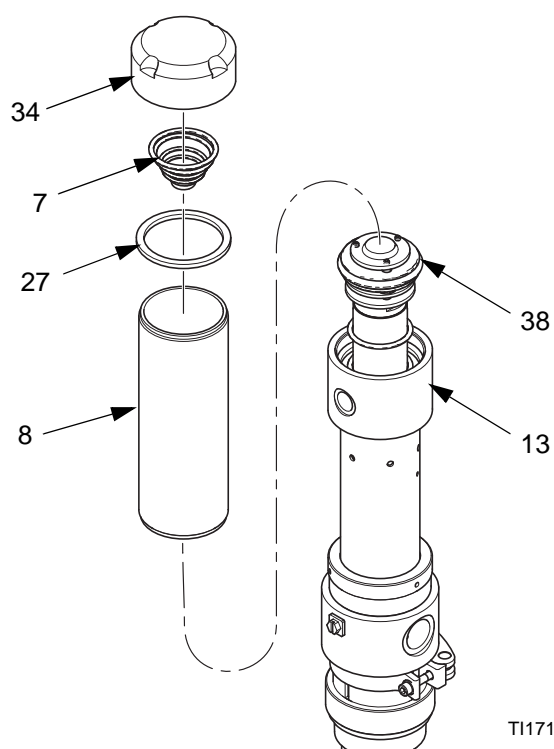

FIG. 10
1. Svitare il cappuccio del cilindro (34) dal cilindro (8). Per rimuovere la molla (7), sollevare delicatamente le spire in direzione dell'elica. Ispezionare la molla (7) e la guarnizione (27) per individuare eventuali segni di usura o danni e sostituirli se necessario. Vedere la FIG. 10.
2. Svitare il cilindro (8) dal basamento del motore pneumatico (13) e sollevare il cilindro separandolo dal pistone pneumatico (38). Svitare a mano o usare una chiave a catena, per evitare di deformare il cilindro. Vedere la FIG. 10.
- Reinstallare la molla (7) e la guarnizione (27) sul cappuccio del cilindro (34) e avvitare il cappuccio sul cilindro (8). Fissare con viti il cilindro nel basamento del motore pneumatico (13). Vedere la FIG. 10.